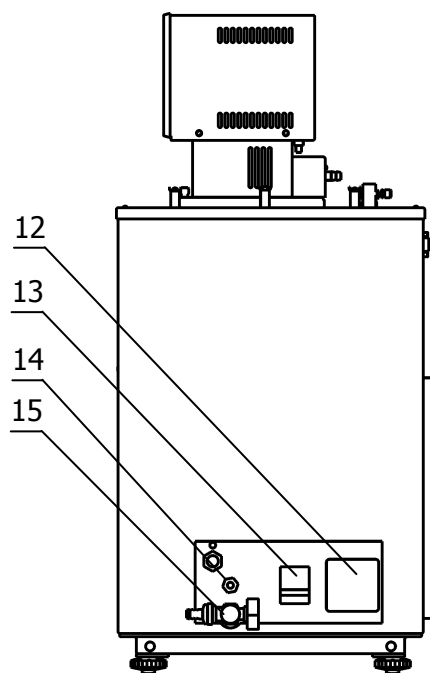

Рисунок 5 — Задняя панель термостата
2.2.5 К переливному патрубку 14 (рисунок 5) присоединить сливной шланг. Противоположный конец шланга опустить в емкость объемом не менее 1.5 л. Это необходимо для предотвращения разлива теплоносителя, вытесняемого при нагревании из-за его температурного расширения или при заполнении ванны.
2.2.7 Вставить вилку сетевого кабеля блока регулирования температуры в розетку 12, расположенную на задней панели корпуса термостата (рисунок 5). Подключить термостат к однофазной питающей сети напряжением 220 В. Для этого в лабораторном помещении должна быть установлена электрическая розетка из комплекта поставки термостата.
2.2.8 Автоматический выключатель 13 (рисунок 5) перевести в положение включено.
2.2.9 Кран 15 (рисунок 5) служит для слива теплоносителя.